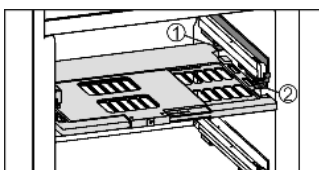

Fig. 19
- ▶ Vložení police s regulací vlhkosti: Výstupky víka police zespod zaveďte do zadních držáků Fig. 19 (1) a vpředu zaklesněte do držáku Fig. 19 (2).